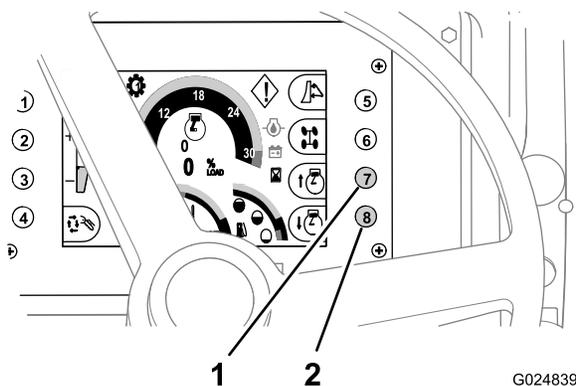

Figure 38
- Pour **monter** le régime moteur, appuyez sur le bouton 7 du centre de commande (Figure 38).
- Pour **baiss**er le régime moteur, appuyez sur le bouton 8 du centre de commande (Figure 38).